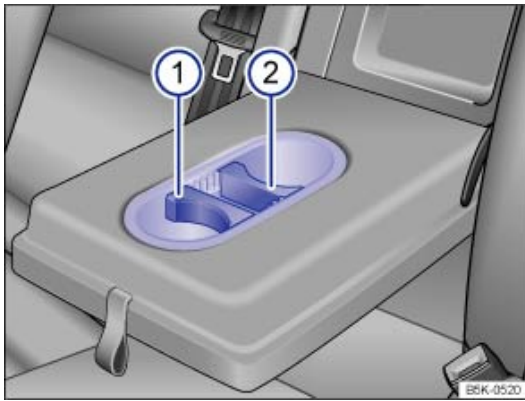

Fig. 138 Dans l'accoudoir central arrière : porte-boissons
Adaptation à la taille des récipients : retirez l'insert ⇒ Fig. 138 ① ou ② par le haut et remettez-le en place conformément à la place du récipient.